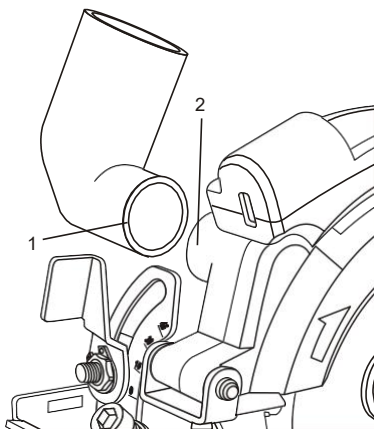

Fig. 6
1. Coloque a pequena extremidade do adaptador de vácuo (1) sobre a porta de vácuo (2) onde está localizada a proteção lâmina (Fig. 6).